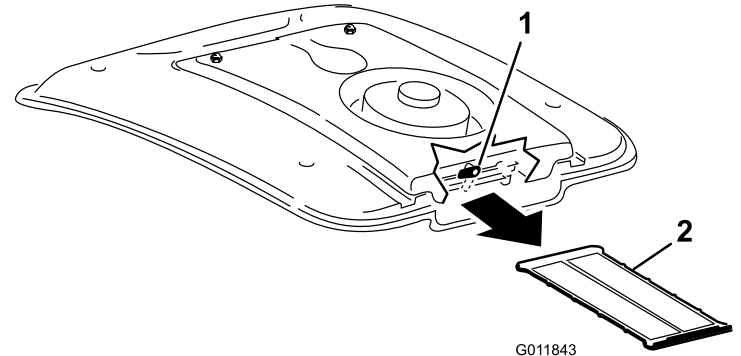

Bild 57
2. Drehen Sie den Riegel hinten an der Lüfterbefestigung zur Seite (Bild 57).
3. Schieben Sie das Klimaanlagegitter unter der Klimaanlage-spule heraus (Bild 57).
4. Reinigen Sie das Gitter gründlich mit Druckluft (Bild 57).